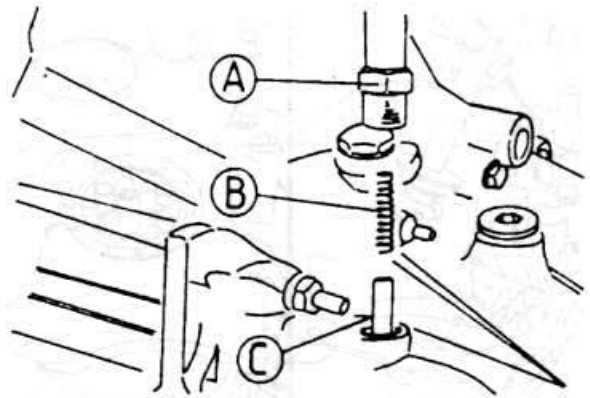

**Рис. 3.34**
- ◆ Вмонтируйте и установите муфтой синхронизатора ведомую шестерню пятой передачи вместе с синхронизатором. Синхронизатор должен быть в комплекте с вилками (рис. 3.34). Муфта выбирается ранее описанным способом.